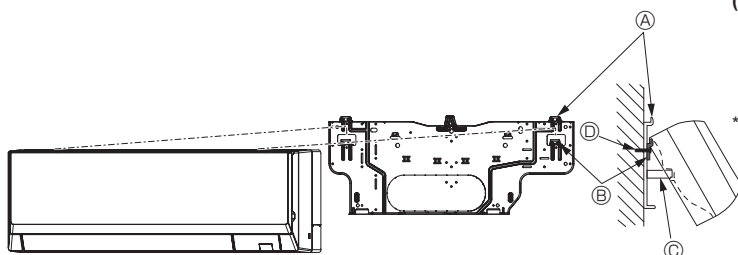

Fig. 3-13
• Якщо внутрішній блок не можна повісити та підняти за допомогою звичайного гачка (розмір 2.1. Ⓞ (зазор між стелею та пристроєм) становить 75 мм або менше), слід повісити блок на нижній гачок для установлення труби ліворуч. (Fig. 3-13)
#### (Fig. 3-13)